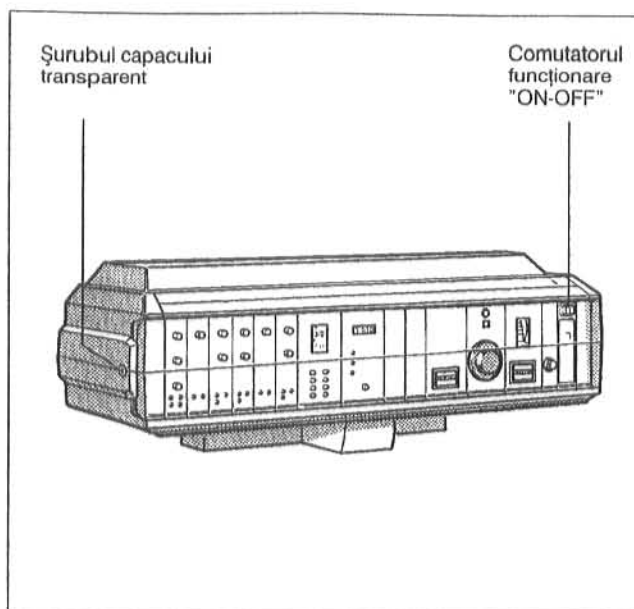
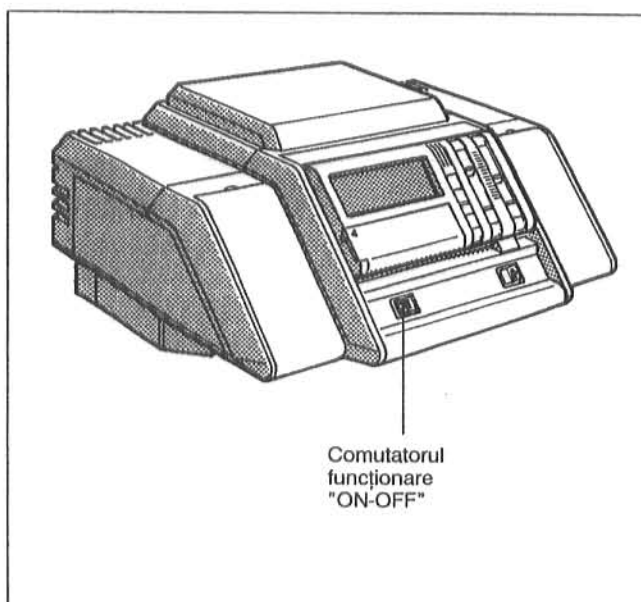

Fig. 36: Aparat de reglare HS 332x
Fig. 38: Aparat de reglare HS 4201
Șlițul șurubului capacului transparent al aparatului de reglare (Fig. 36) se aduce în poziție orizontală, de exemplu cu ajutorul unei monede. Capacul transparent se va ridica înainte.
- Comutatorul funcționare (Fig. 36 - Fig. 38), la cazanele duble se va aduce la ambele aparate de reglare pe poziția 0 (OFF).